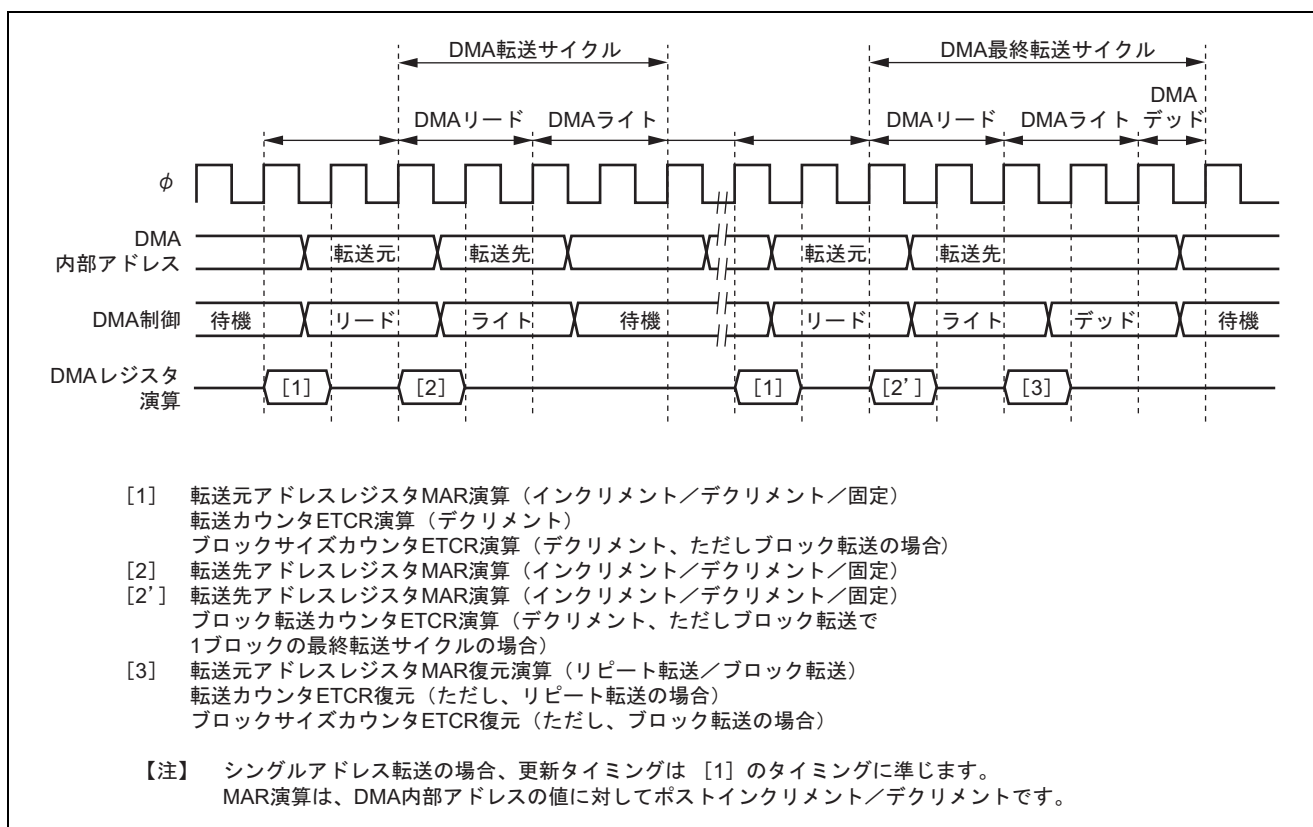

図 8.43 DMAC のレジスタの更新タイミング
- DMA制御は、バスサイクルより1サイクル早く起動し、アドレス値を出力します。このため、MARはDMA転送前のバスサイクルに更新されます。図8.43にデュアルアドレス転送モードにおけるDMACのレジスタの更新タイミング例を示します。